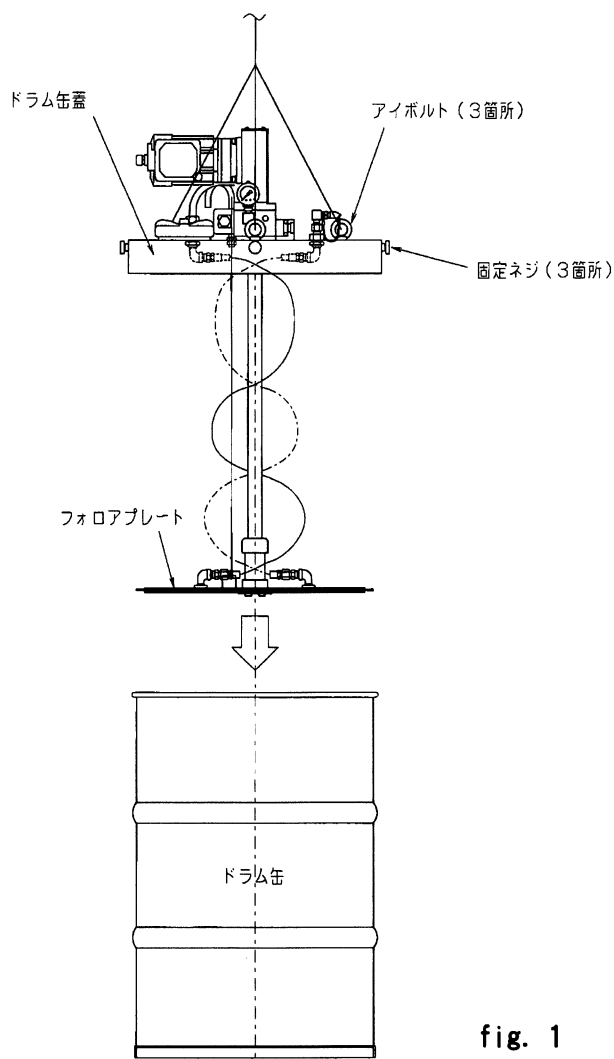

fig. 1
- 手順2. LBPRポンプ、ドラム缶蓋上のアイボルト（3カ所）を使用し吊り上げます。（fig. 1）